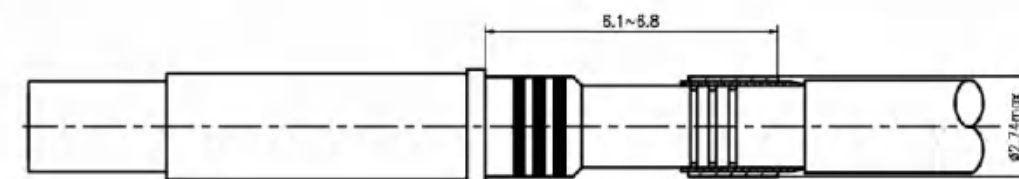

图 4.1-14
⑦按图 4.1-14 将压接套向前放在电缆屏蔽层上, 位置尺寸为 $6.1 \sim 6.8$, 将超过屏蔽压接套的多余屏蔽层切割掉, 使用 M22520/4-01 工具和 M22520/4-02 定位器压拉压接套: 压接一次, 将接触件旋转 45° 再压接一次。第二次压接, 屏蔽压接套的直径必须不大于 2.74 。